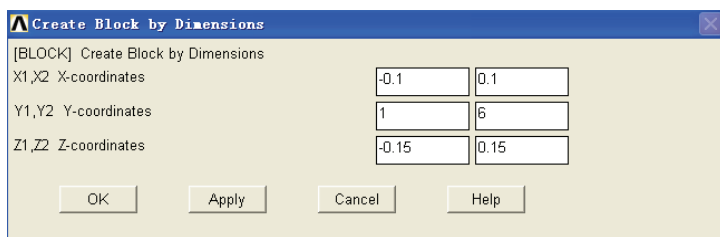

图 5-257 创建长方体对话框
2) 选择 Main Menu | Preprocessor | Modeling | Create | Volumes | Block | By Dimensions 命令，出现 Create Block by Dimensions 对话框，参照图 5-257 对其进行输入，单击 OK 按钮关闭该对话框。